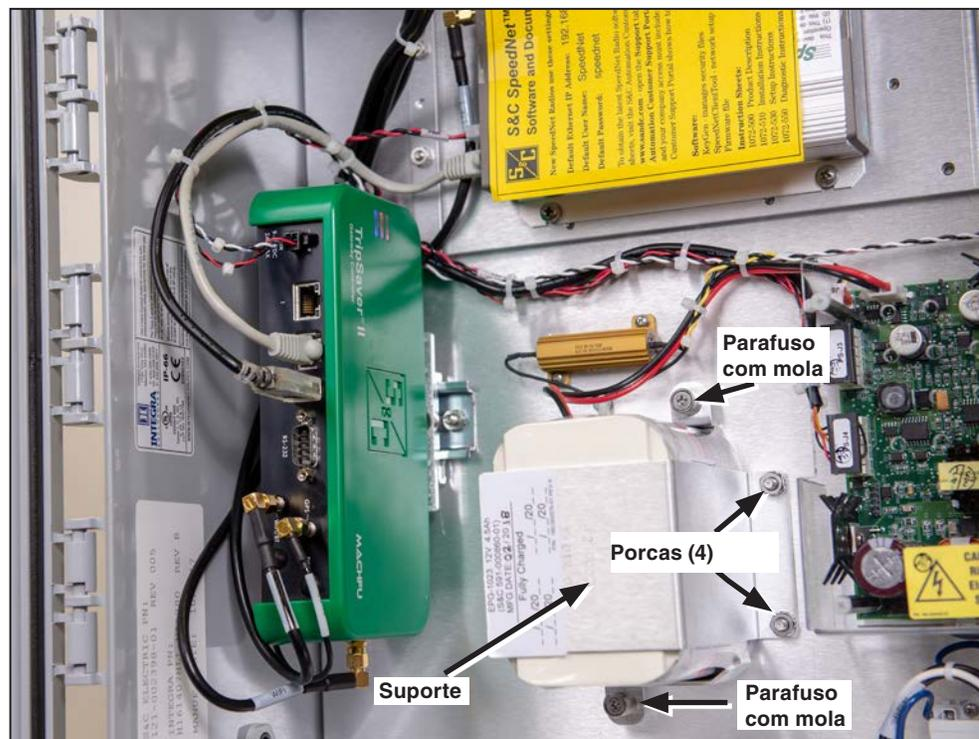

Figura 6. Instalação da Bateria.
Uma bateria de backup para suporte a perdas de fornecimento da alimentação do controle e para a funcionalidade **Operação Tripolar Sincronizada**, se especificada, é fornecida instalada em fábrica na caixa do gateway de comunicação. Clientes que optaram por não instalar inicialmente uma bateria de backup podem, posteriormente, fazer um retrofit com a instalação de um kit de sistema de bateria de backup (903-002460-01). Ver Figuras 5 e Figura 6 na página 14.
- PASSO 2.** Remova a bateria existente localizada na seção central inferior da caixa. Ver Figura 6.